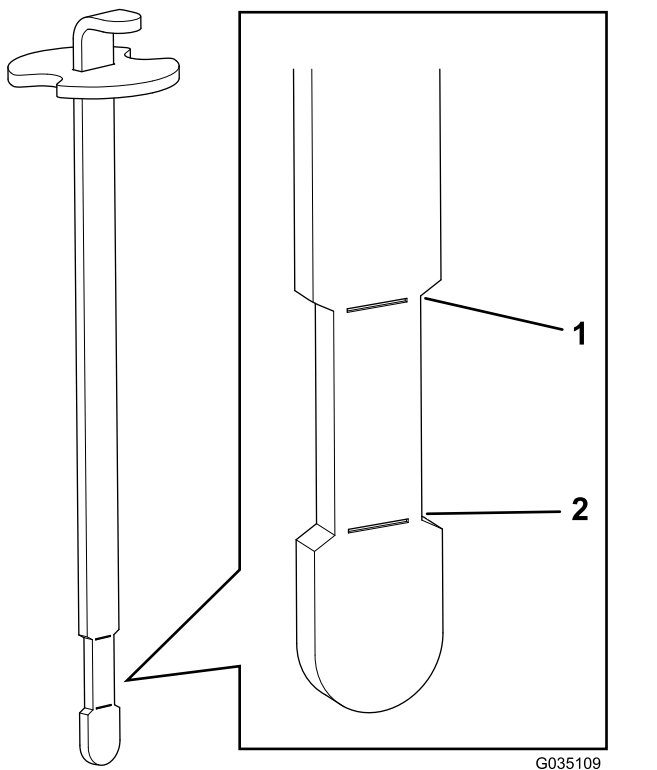

Figura 44
6. Inserte la varilla en el cuello de llenado; luego retírela y compruebe el nivel del fluido (Figura 44).